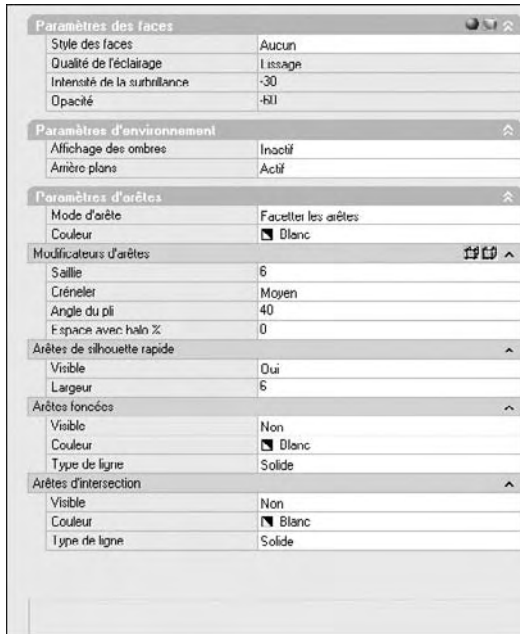

Fig.9.19
- 5 Modifiez les différents paramètres désirés comme indiqué ci-dessous (fig.9.19):